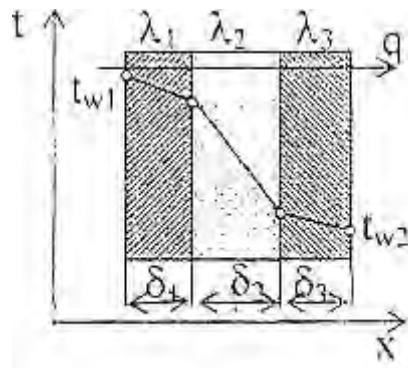

Рис.1. Расчетная схема 3-х слойной плоской стенки
Вычислить плотность теплового потока  $q$ , проходящего через 3-х слойную плоскую стенку (рис.1).
1) Находим тепловой поток  $q$ ,  $\text{Вт}/\text{м}^2$ , через 3-х слойную плоскую стенку (рис.1) по формуле: